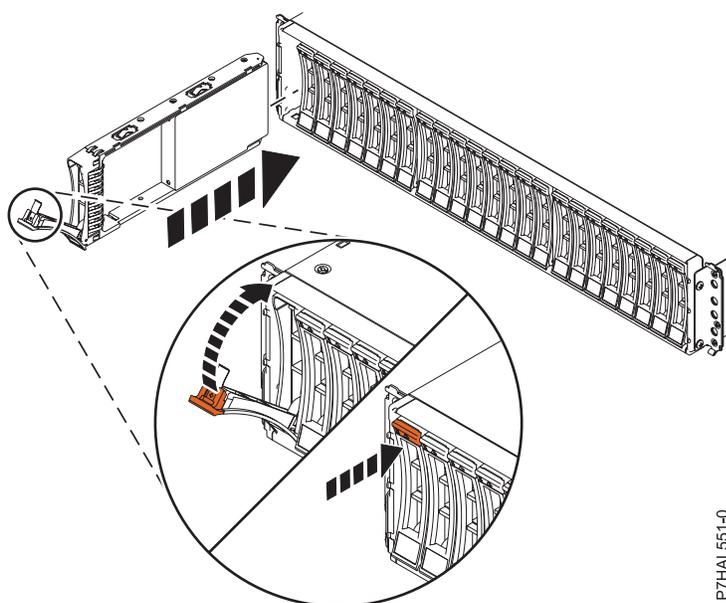

Figure 7. Installation de l'unité de disque dans le 58/87
1. Avec la poignée en position déverrouillée (voir figure 7, à la page 15) maintenez l'unité par le dessous pour l'aligner avec les rails de guidage dans l'unité d'extension.